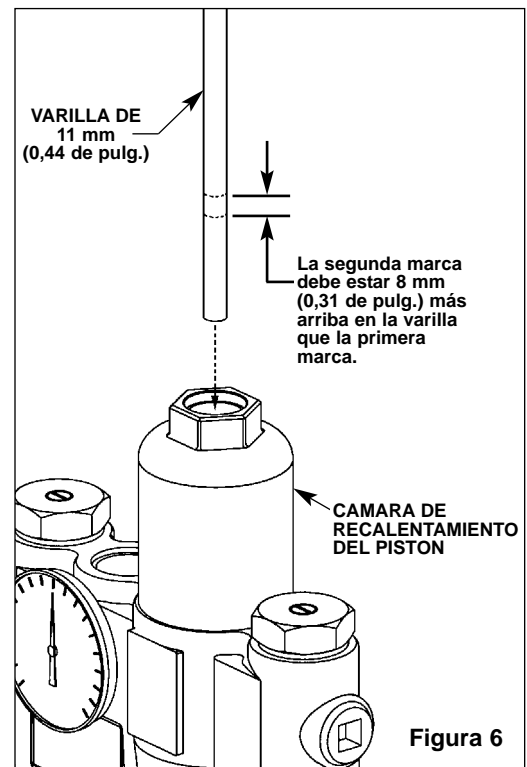

Figura 6
2. Inserte una varilla de 11 mm (0,44 de pulg.) de diámetro dentro de la válvula y dentro la cámara de recalentamiento del pistón. Marque la longitud de la varilla dentro de la válvula (vea Figura 6).
3. Empuje la varilla hasta cuando el pistón se detenga y marque la nueva longitud [la nueva longitud debe ser aproximadamente 8 mm (0,31 de pulg.) más larga que la longitud original] (vea Figura 6). Si la longitud no es la adecuada, el pistón no se está moviendo con libertad y necesita limpiarlo al igual que la camisa del pistón. Para limpiar el pistón y la camisa, siga los pasos a continuación: